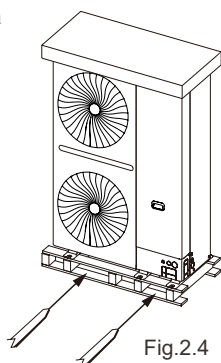

Fig.2.4
- Pour déplacer l'appareil à l'aide d'un chariot élévateur, insérez les fourches dans l'ouverture située au bas de l'appareil, comme le montre la figure 2.4.